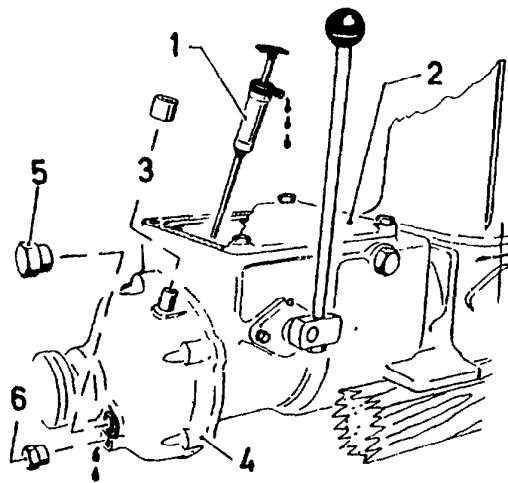

Fig. 55
1. Skru ut nivåpluggen (5) i bakkant av reduksjonsgearet (4).
2. Etterfyll om nødvendig gjennom påfyllingsrøret (fig.55, pos. 3) til oljen renner ut nivåhullet.
3. Sett nivåplugg (5) og hetten (3) tilbake.